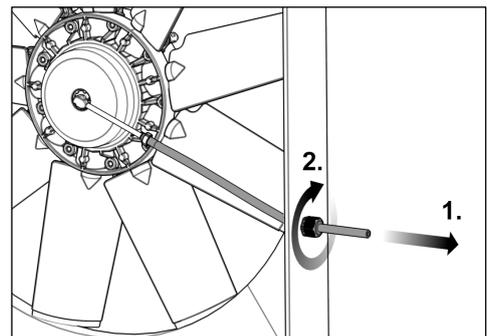

Abb. 31
- 24) Druckschlauch so spannen (siehe Abb. 31 Schritt 1), dass eine leichte Rotation der Drehdurchführung möglich ist (max. 15°).
- 25) Druckschlauch durch Zugentlastung sichern (siehe Abb. 31 Schritt 2).